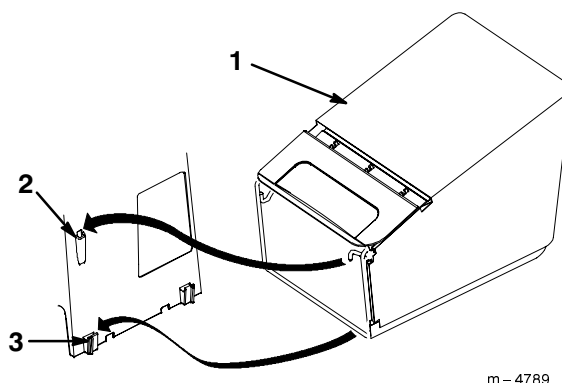

Figura 18
5. Introduzca el gancho del bastidor del saco en la ranura de la plataforma y en las monturas del bastidor, tal como se indica en la Figura 18.
4. Levante el bastidor del saco para hierba de las monturas del bastidor y sáquelo de la abertura, tal como se indica en la Figura 18.